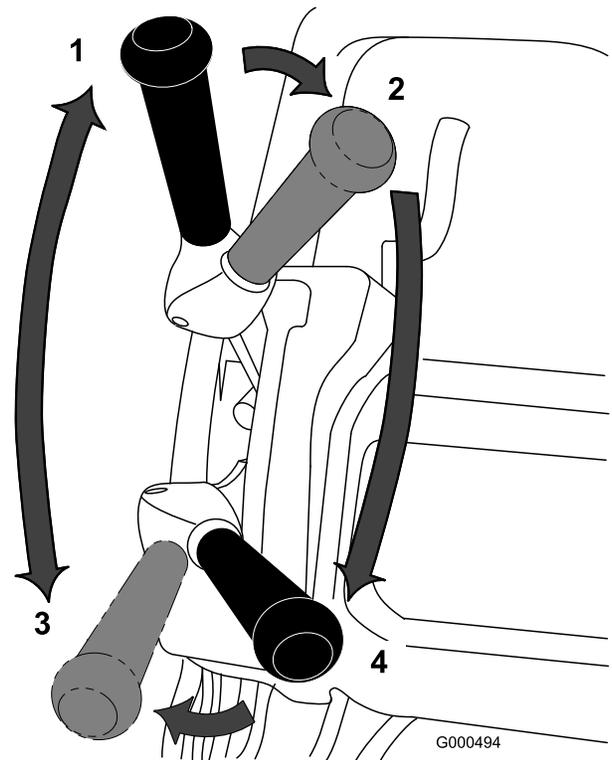

Figura 33
1. Ligue a máquina, regule o controlo de velocidade para a posição Zero, empurre a pega para baixo para elevar a unidade de corte, pressione o controlo de presença do operador, mova a alavanca de tração para a posição de engate (Figura 33) e aumente, gradualmente, a definição de controlo de velocidade para transportar o cortador para uma ponta do relvado.
3. Desengate a alavanca de tração e, em seguida, mova-a para a esquerda e para a frente, engatando a tração e transmissão do cilindro (Figura 33).